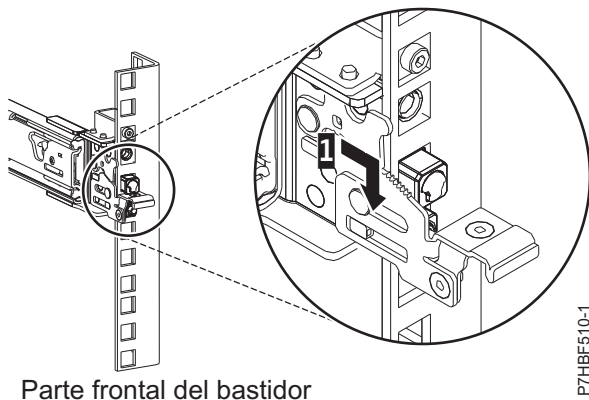

Figura 22. Patillas ubicadas en el riel frontal del bastidor
6. Tire del riel deslizante hacia adelante e inserte tres patillas de la parte frontal del riel en los orificios dentro de la unidad EIA seleccionada que se marcaron anteriormente. Baje el riel deslizante (1) para llegar al mecanismo de enganche de la patilla central. Para obtener más de talles, consulte Figura 22 en la página 24.